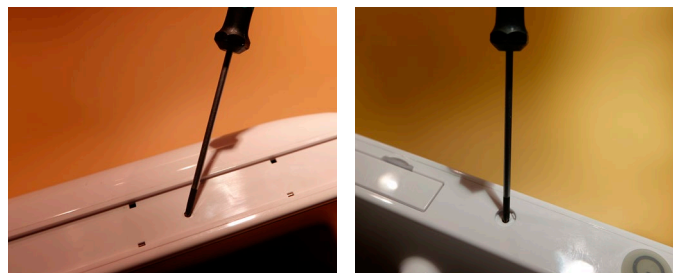

Figura 6: Extracción de los tornillos
e) Retire los tornillos situados en los cuatro bordes de la unidad de visualización (Figura 6)